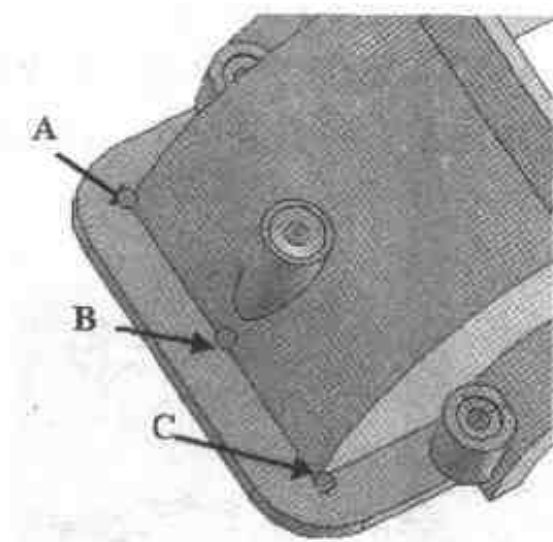

图 2.44 拖放【自定义孔】图素
- (11) 从【工具】设计元素库中向如图 2.44 所示的中点 A、B、C 处分别拖入一个【自定义孔】智能图素。
- (12) 对于中间的自定义孔，在弹出的对话框中选择【简单孔】，将孔直径改为 12，孔深度改为 15，单击【确定】按钮。